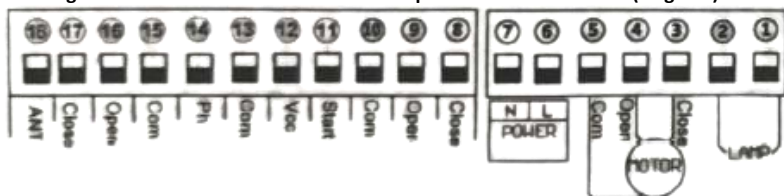

Fig 8
6. Diagrama de instalación de las partes eléctricas (Fig. 8)